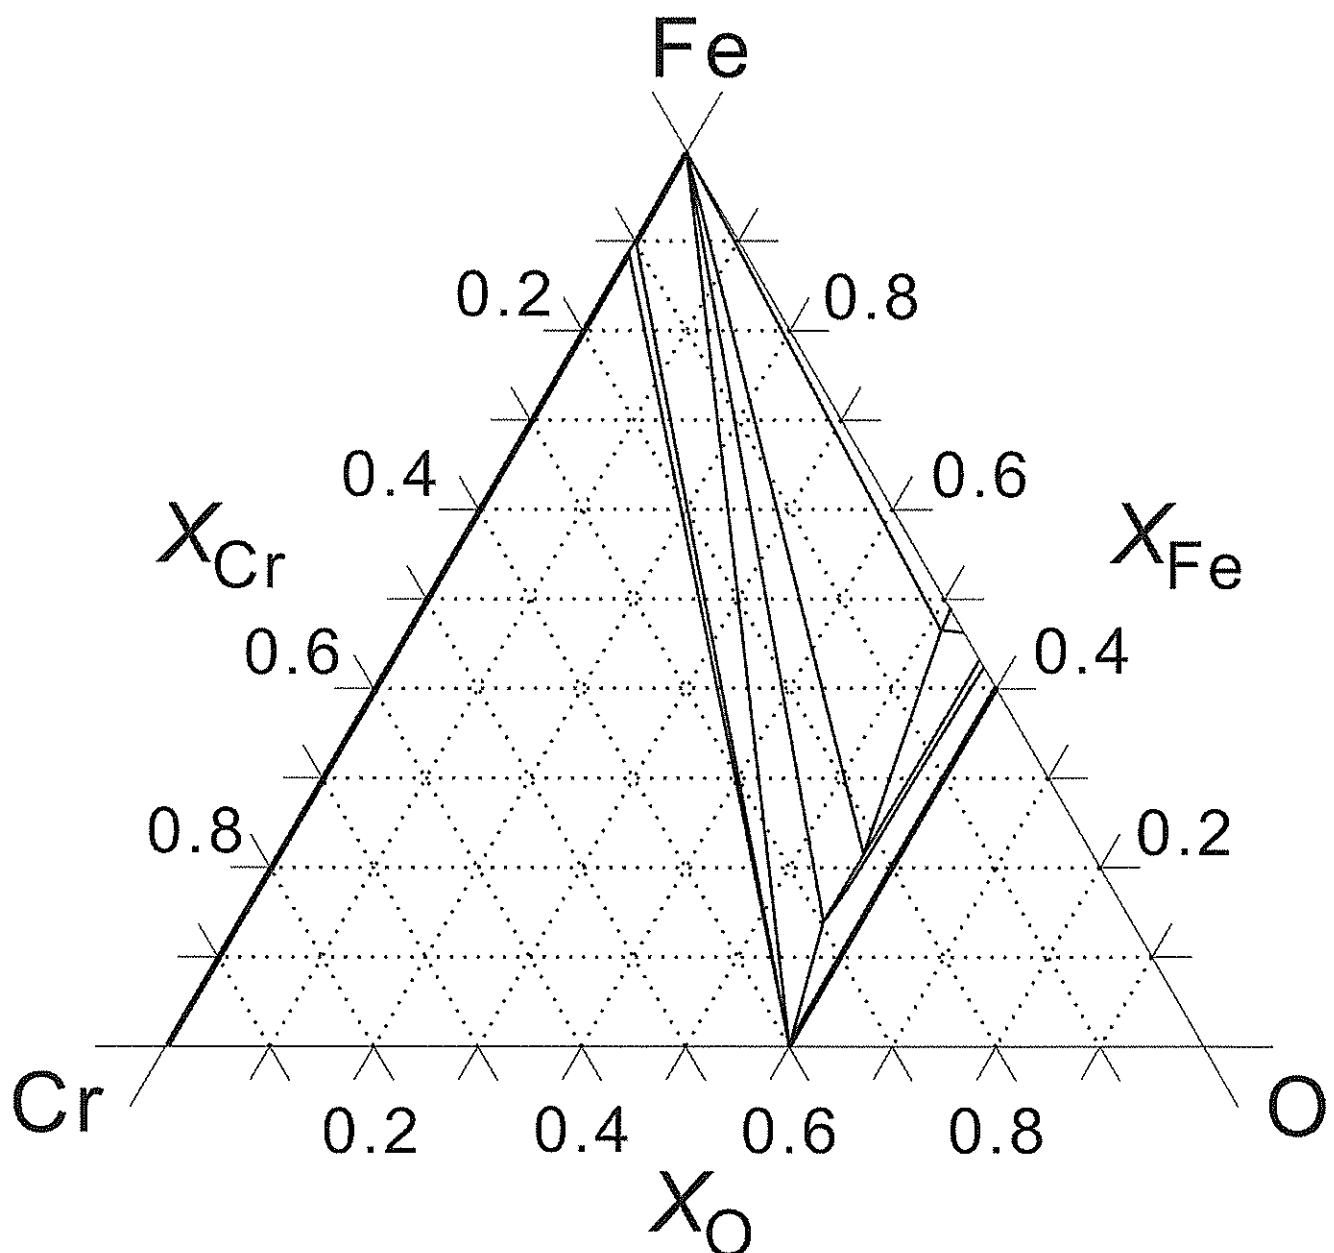

図 4 溫度 1473 K における Fe-Cr-O 系の状態図。
問3 図4は、温度1473 K、全圧1 atmにおけるFe-Cr-O系の三元系状態図である。この状態図に関する以下の設問(1)～(3)に答えよ。ただし、この系には、FCC構造のFeとCrの固溶体ならびにBCC構造のCrとFeの固溶体、 $Fe_{1-\delta}O$ ならびに Fe_3O_4 のFeをCrが部分置換した固溶体、 Cr_2O_3 と Fe_2O_3 の全率固溶体、さらには $O_2(g)$ が存在する。
- (1) 温度1473 Kにおいて、この系に3相平衡はいくつ存在するか。その数を答えよ。
- (2) ここに、酸化物イオン輸率1の固体電解質がある。この固体電解質を用い、図4の状態図中の物質を利用して一番大きな起電力ができるように電池を組むには、どのような酸化還元反応の組み合わせが適当であるか。反応物となる物質の組み合せを答えよ。
- (3) 純Feと純Crを、モル比で $Fe : Cr = 70:30$ で混合し純Arを満たした反応容器に挿入した。これを1473 Kで平衡に達したのを確認し、全圧を1 atmに保ちつつ少しずつ酸素を導入した。平衡論的に反応が進むと考えて、酸素の添加量に対する酸素分圧の変化を熱力学的整合が取れるよう定性的に対数で解答用紙へ記せ。ただし、反応容器中の試料上部の空間は十分に小さく、空間の酸素量は添加した酸素量に比べ無視できるものとせよ。解答の範囲は、酸素のモル分率で0.05～0.585の範囲でよい。また、解答に際して酸素を添加しても酸素分圧が変化しない領域を太線で、それ以外を細線で示せ。